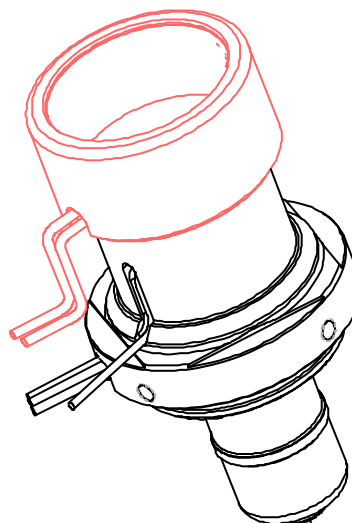

Fig.64 – Extraction du collier chauffant
2. Extraire le collier chauffant de la tête (Fig. 64).